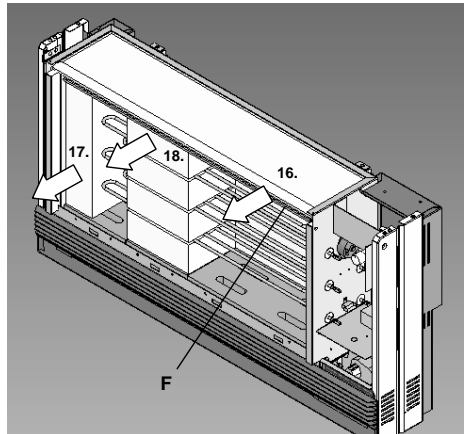

Fig.12 Styropor und Abdeckblech entfernen
- Speichersteine wie folgt einsetzen (Fig.12 - 15):